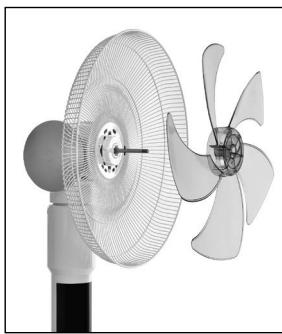

Fig. 6
8. Ora spingere la ventola sull'albero del motore, i due perni sull'albero motore devono scorrere nelle due scanalature sulla base della ventola (*Fig. 6*). Fissare la ventola con il dado della ventola (2) ruotandolo in senso antiorario nella direzione di "Tighten". La ventola dovrebbe quindi ruotare liberamente. (*Fig. 7*)